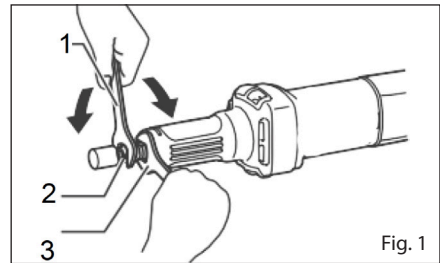

Fig. 1
**A.** Para instalar, desaperte a porca da bucha e insira o disco, de seguida, com a ajuda de uma chave de bocas prenda a rotação do eixo e com outra chave de bocas aperte a broca (fig. 1).